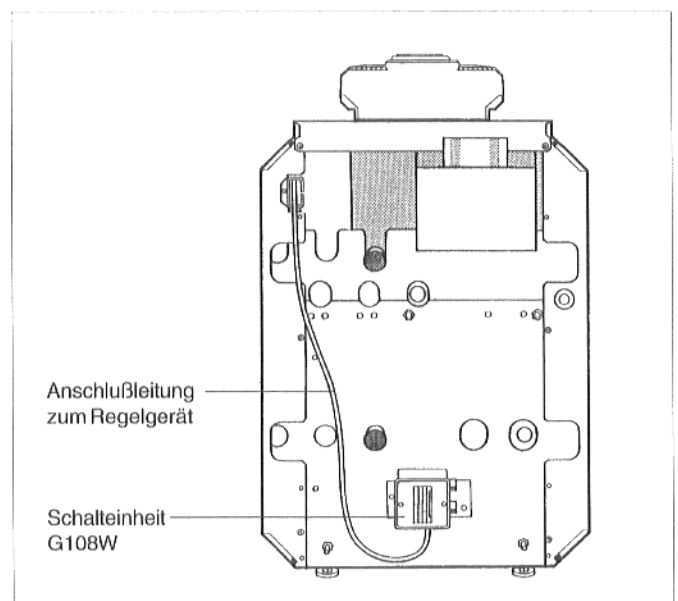

Abb. 1: Position Schalteinheit G108W
2. Schalteinheit an der Kesselrückwand mit zwei beiliegenden Blechschrauben anschrauben (Abb. 1).
3. Hintere Kesselhaube entfernen, Regelgerät öffnen und Anschlußleitung zum Regelgerät führen entsprechend der Montageanweisung des Kessels (Abb. 1).